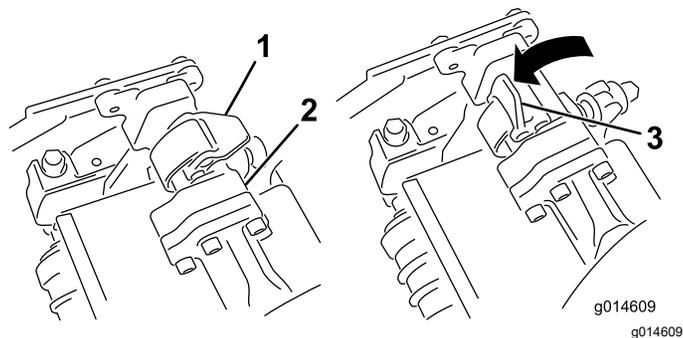
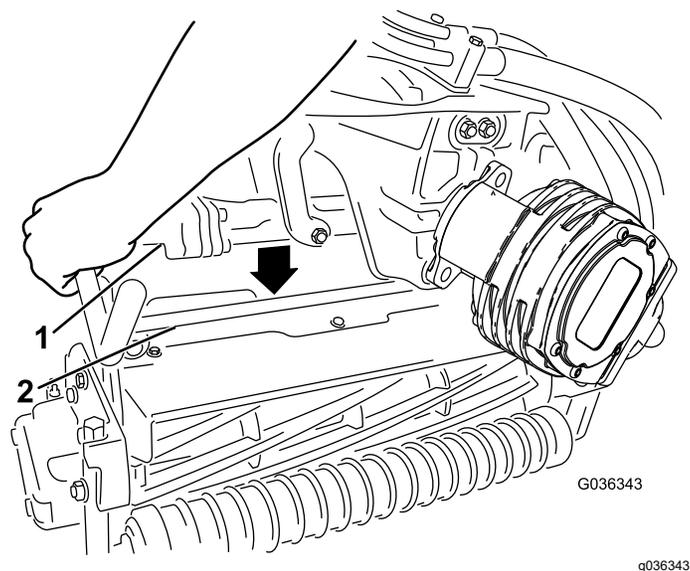

图 58
图 59
4. 当悬挂臂杆上的闩锁指向上方即打开时图 58 向下压悬挂臂使悬挂臂杆与滚刀组上方的支架相契合图 59。
5. 向下并绕着滚刀组横杆关闭闩锁将它们锁定到位图 58。
5. 打开您正在拆下的滚刀组悬挂臂上的门锁图 58。